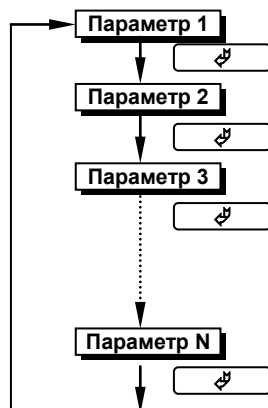

Рисунок 4.7.3 - Диаграмма выбора параметров на каждом уровне
- Для выбора параметров на каждом уровне необходимо нажать клавишу [↵] (рисунок 4.7.3). При каждом нажатии клавиши [↵] происходит переход к следующему параметру.